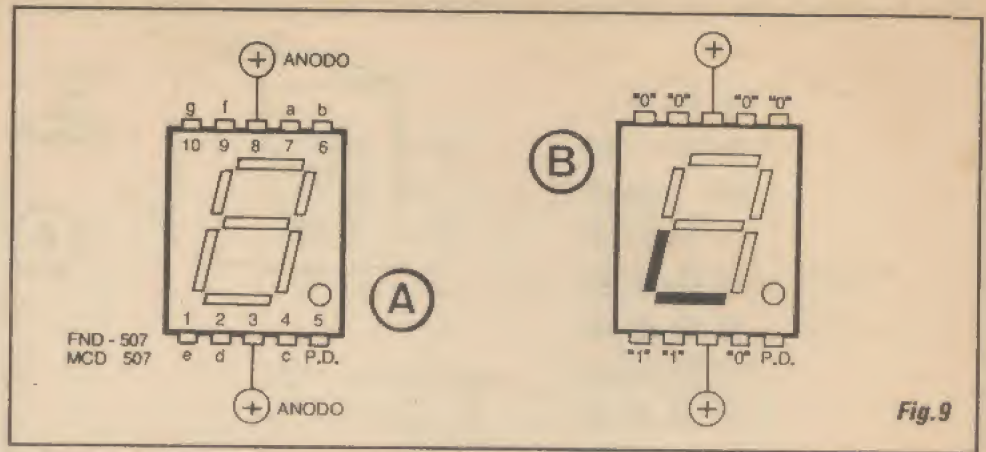

Fig.9
- FIG. 9 - MAIS DETALHES SOBRE OS DISPLAYS DE 7 SEGMENTOS, A LEDs... - Apenas como exemplo ilustrativo, o diagrama mostra um *display* realmente encontrável nas lojas (ou sob código equivalente...), tratando-se de um do tipo **anodo comum**, código FND507 ou MCD507, dotado de ponto decimal... Observem a identificação e a numeração atribuída a pinagem, com o componente observado pela frente (ponto decimal mantido na sua posição de referência, em baixo, à direita...). Notar que a disposição/numeração dos pinos e a correspondências aos segmentos, é razoavelmente padronizada, e quase todos os fabricantes oferecem *displays* individuais *nessa* configuração... Existem, contudo, outros tamanhos, disposições de pinos, devendo sempre ser consultado um *Manual do Fabricante*, para segurança nas aplicações práticas... Também não são incomuns, atualmente, os *displays* múltiplos (vários dígitos incorporados a um único grande bloco...), eventu-